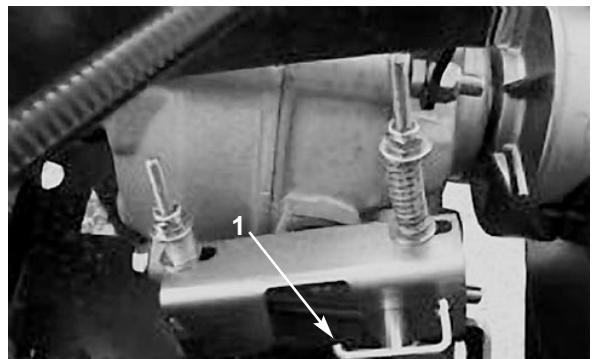

Figure 16
1. Pour verrouiller la boîte-pont au point mort, tournez la goupille de blocage à 180 degrés sur le bloc de changement de vitesse (Fig. 16).